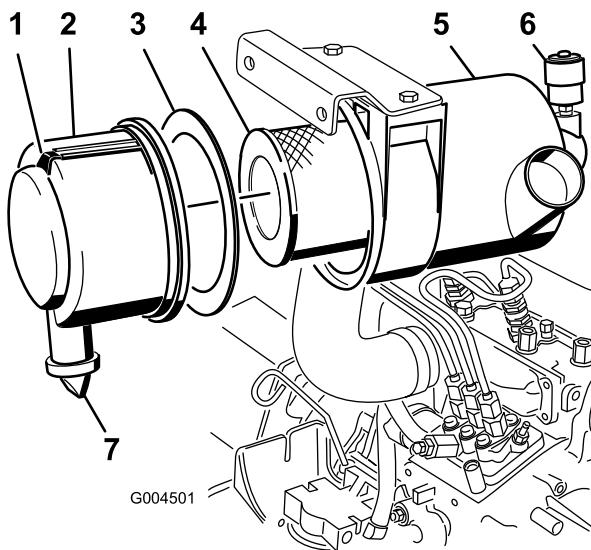

Figura 35
- Effettuate la manutenzione dell'elemento filtrante quando la spia diventa rossa, oppure ogni 400 ore e più spesso in condizioni estreme di polvere o morchia (Figura 35).